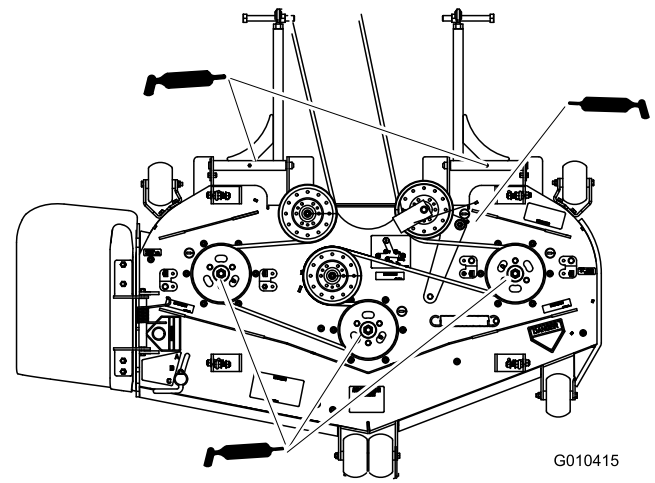

Figura 37
4. Engrase los tres cojinetes de los ejes hasta que rezume grasa de las juntas inferiores (Figura 37).
5. Engrase el brazo tensor de la plataforma del cortacésped (Figura 37).
6. Lubrique los puntos de engrase de los brazos de empuje (Figura 37).